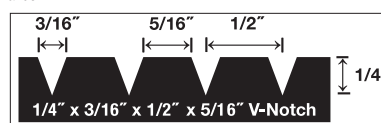

Figure 2
- Truelle à encoche en V de 6 mm x 13 mm x 8 mm (1/4 po x 1/2 po x 3/16 po) (figure 2)
- Déterminez dans quel sens vous souhaitez poser le revêtement de sol dans la pièce. La pièce sera davantage mise en valeur si les planches sont posées parallèlement aux fenêtres. Les revêtements de sol devraient être posés perpendiculairement aux solives de plancher. Renforcez les planchers bruts au besoin afin d'éviter le jeu vertical (figure 2).